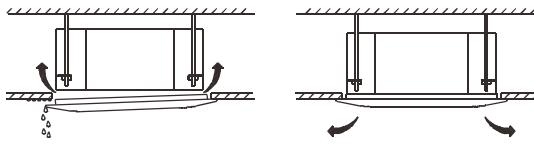

Figure 21 – Élimination des espaces
3. Une fois le panneau décoratif en place, vérifiez qu'il n'y a pas d'espace entre le boîtier du module et le panneau. Sinon, l'air pourrait fuir par ces espaces et provoquer des gouttes d'eau (consultez la figure 21).